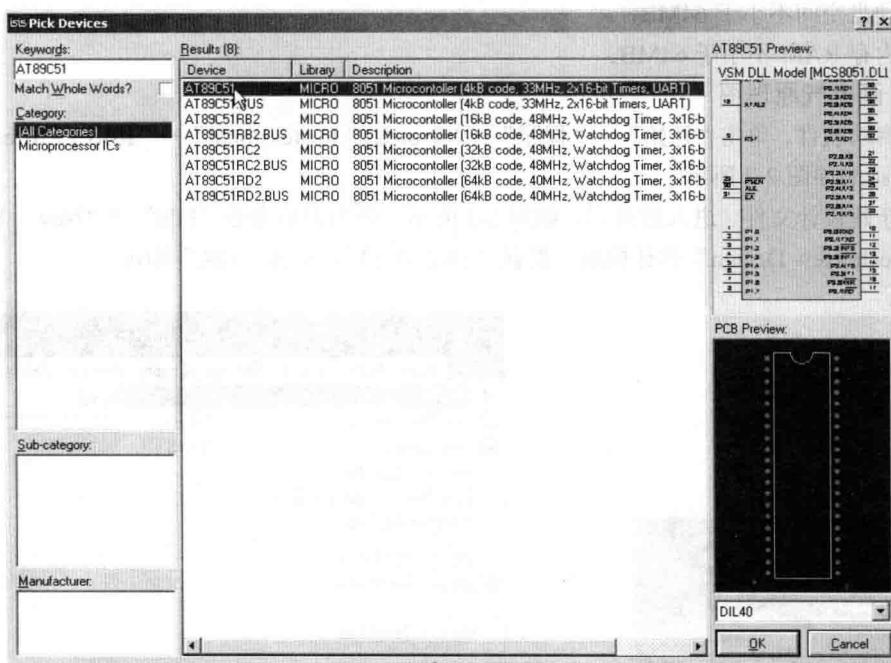

图 2-4 元件选择
② 添加元器件。
- c. 输入元件表中的元件，如“AT89C51”，在右面的窗口中出现相应的元件，如图 2-4 所示。